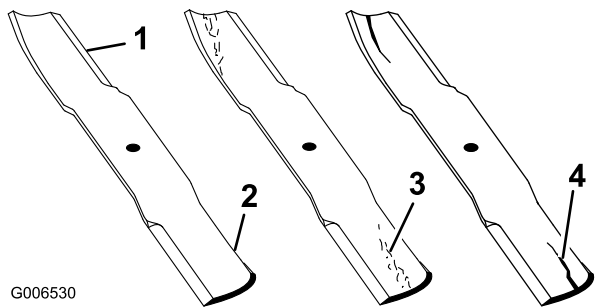

Figure 90
1. Examinez le tranchant des lames (Figure 90). Si les lames coupent mal ou présentent des indentations, déposez-les et aiguisiez-les (voir Aiguisage des lames).
2. Inspectez les lames, surtout la partie relevée (Figure 90). Remplacez immédiatement toute lame endommagée, usée ou qui présente une entaille (Figure 90).